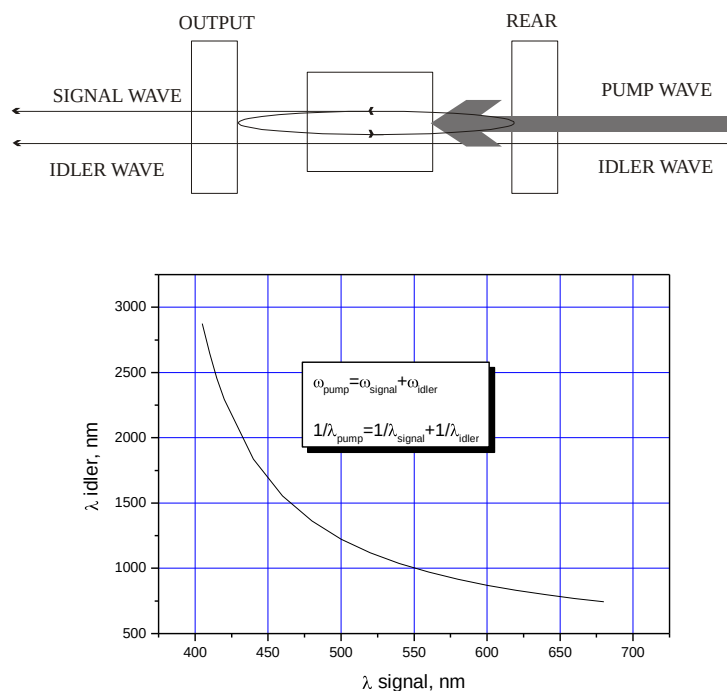

Рис.4. Параметрическая генерация в однорезонаторном ОРО и связь между SW и IW
Ход лучей в лазерном резонаторе и связь между SW и IW в соответствии с (2) представлены на рис.4.